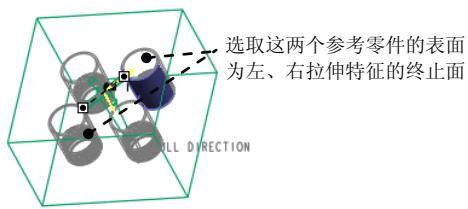

图 25.13 选取拉伸特征的终止面
- (5) 在系统弹出的操控板中单击 **选项** 按钮，在系统弹出的界面中，选取双侧的深度选项均为 **上到选定项**，然后选取图 25.13 所示的参考零件的表面为左、右拉伸特征的终止面。
- (6) 单击操控板中的  按钮，完成特征创建。